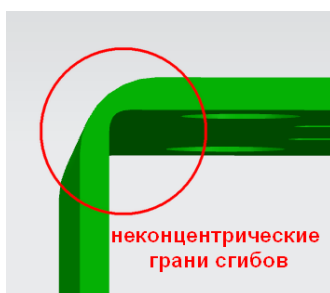

Рис. 1.67. Неконцентрические грани сгибов
- неконцентрические грани сгибов (рис. 1.67);